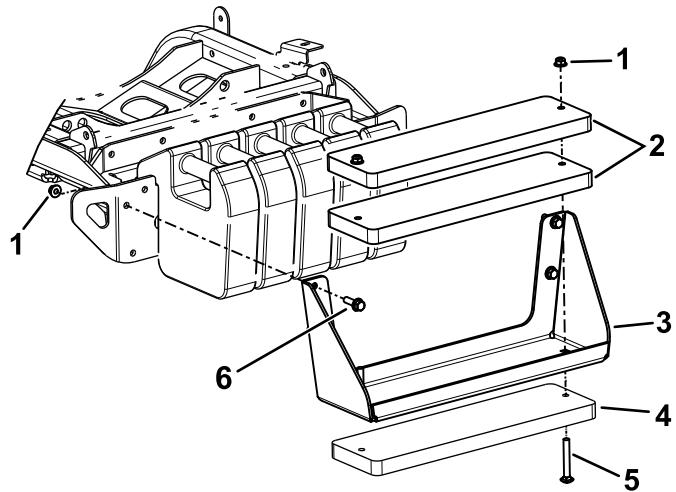

Рисунок 22
**Примечание:** Для выполнения этих действий см. Рисунок 22.
- A. Используйте болты (¾ x 4 дюйма) и гайки (¾ дюйма) для крепления 3 грузов к кронштейну (Рисунок 22).
- B. Используйте болты с шестигранной головкой и гайки (входящие в комплект) для крепления кронштейна груза к машине (Рисунок 22).
- A. Снимите кронштейн груза с машины (Рисунок 22).
- C. Используйте болты (¾ x 4 дюйма) и гайки (¾ дюйма) для крепления 3 грузов к кронштейну (Рисунок 22).
- D. Используйте ранее снятые крепежные детали для крепления кронштейна груза к машине (Рисунок 22).